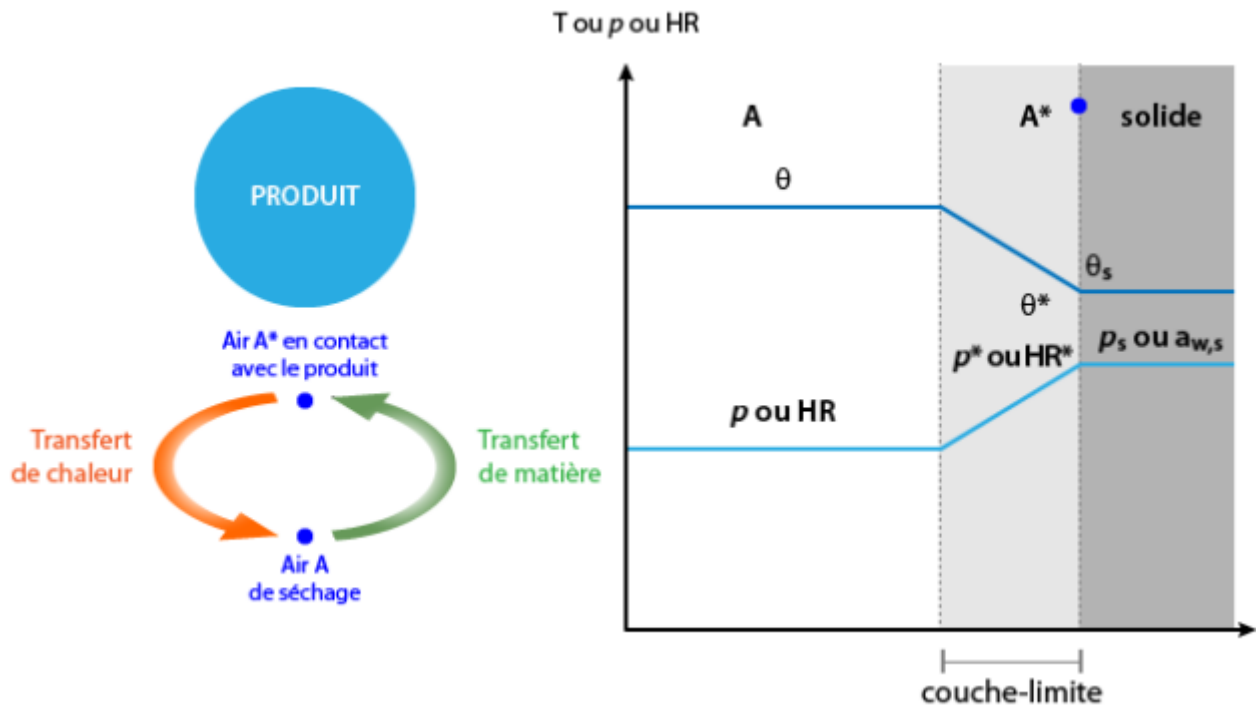

Figure 5 : Transfert entre l'air et la surface du produit
- Un transfert d'eau s'effectue en sens inverse du fait de la pression partielle d'eau entre l'air et la surface du produit (**Figure 5**)